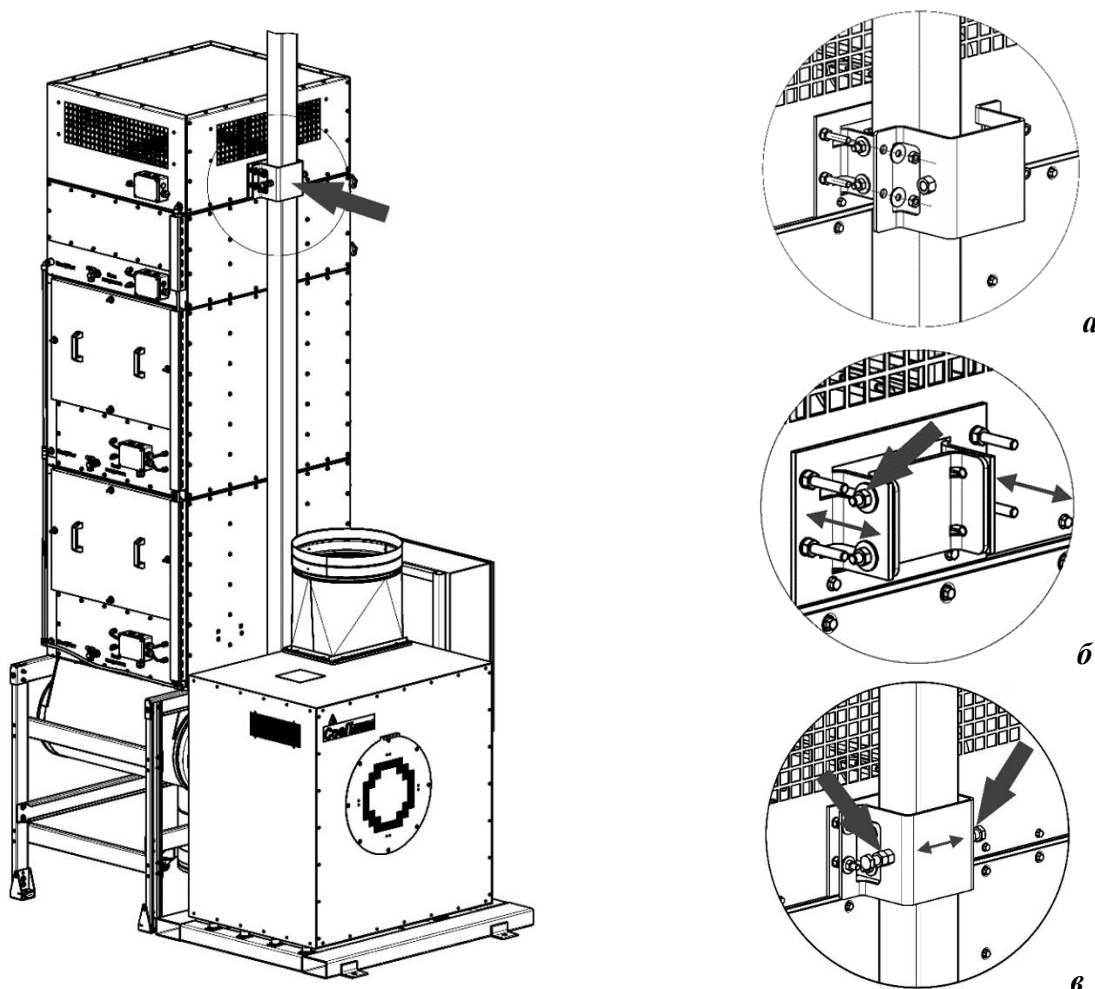

Рисунок 7
5.2.12 Закрепить стойку приточного устройства на верхнем модуле при помощи крышки и болтов М10х65 (рисунок 7а).
5.2.13 Вертикальность стойки можно регулировать в двух направлениях при помощи винтов М10 на кронштейне (рисунок 7б) и болтов М16х50 на крышке (рисунок 7в). После регулировки вертикальности затянуть болты М16х50, которые крепят стойку к раме вентиляционного модуля (рисунок 2).